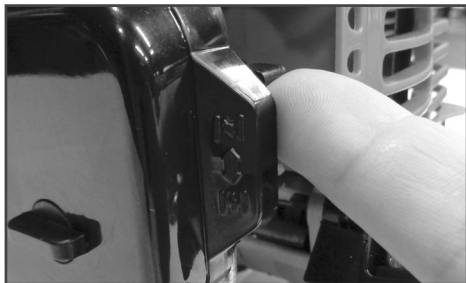

Рис.9 Закрытие воздушной заслонки
4. Закройте воздушную заслонку. Для этого рычаг заслонки поднимите вверх (Рис.9).